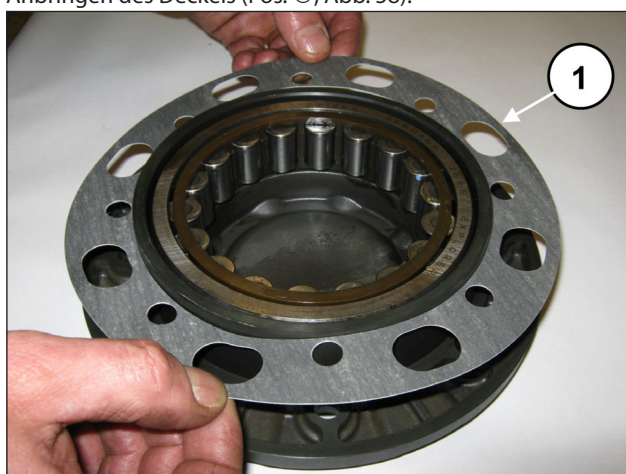
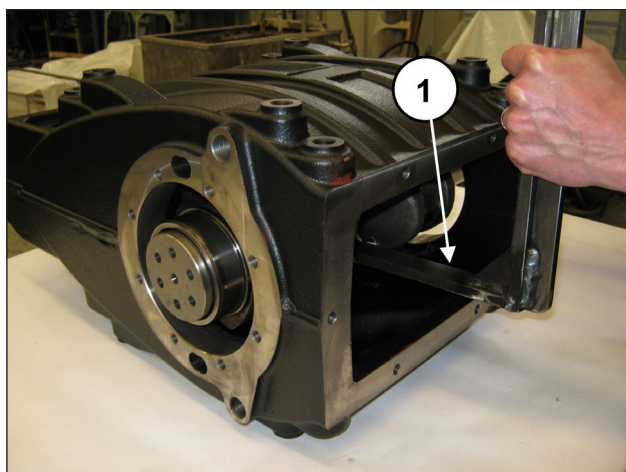

Abb. 57
Abb. 58
Setzen Sie die seitliche Dichtung am Lagerdeckel ein (Pos. ①, Abb. 57) und heben Sie die Kurbelwelle zum leichteren Anbringen des Deckels (Pos. ①, Abb. 58).